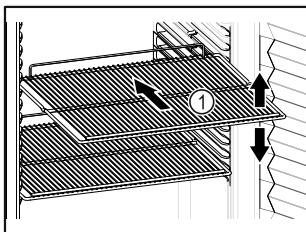

Fig. 50 Ilustrační zobrazení
- ❑ Pokud jsou odstavné rošty Fig. 50 (1) přemístitelné, přizpůsobte je vždy na danou výšku.